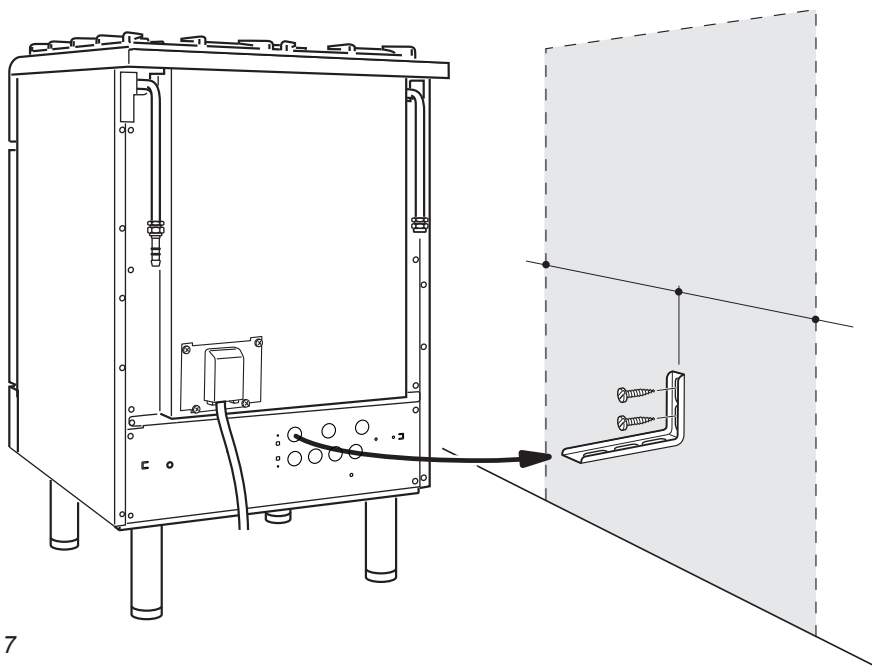

Fig. 1.7
4. Avvicinare la cucina alla parete e regolare l'altezza della staffa antiribaltamento in modo che possa inserirsi nella fessura sul retro della cucina, come mostrato in fig. 1.7.